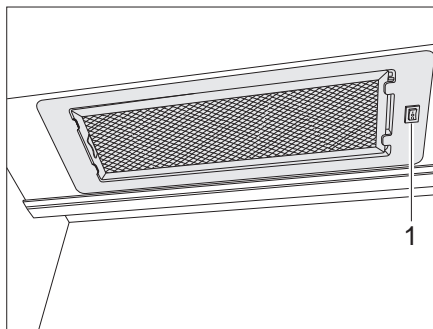

Bild 142 Spisfläkt
- Koppla till och från spisfläkten med brytaren (Bild 142,1).